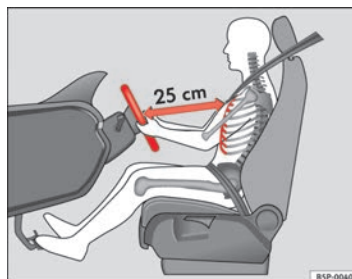

Fig. 114 Posición correcta del conductor
- Ajuste el volante hasta alcanzar la posición deseada ⇒ fig. 114.
- Ajuste el asiento del conductor o el volante de modo que quede una distancia mínima de 25 cm entre el volante y el tórax ⇒ **página 163, fig. 114**. ¡Si no respeta la distancia mínima, el airbag no le protegerá adecuadamente y corre peligro de muerte!